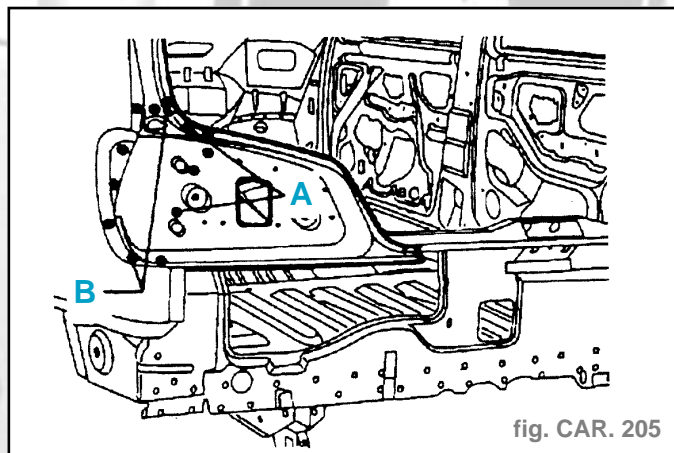

fig. CAR. 205
- Souder par points électriques (suivant A) (fig. CAR. 205).